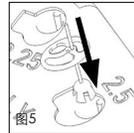

图5
■ 图 5 根据事先计算的结果(用测量模具背面的尺), 假体铃铛状一头的凹槽排成一列, 以便于铃铛状的向下插入, 这个过程是用专门提供的钛镊(REF8000136)将TTP VARIAC假体插入测量模具上特别设计的凹槽